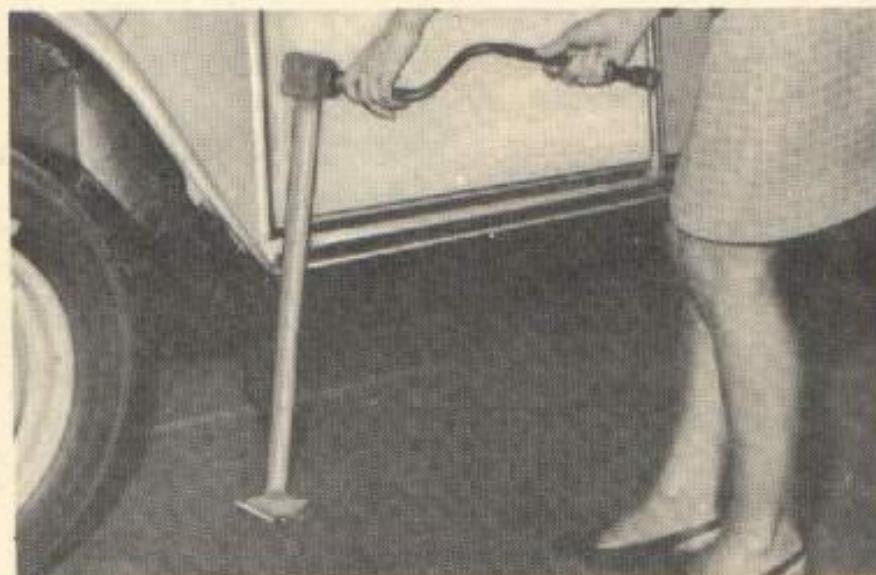

Fig. 18
- 1) Adelante: delante de las puertas delanteras (Fig. 18).